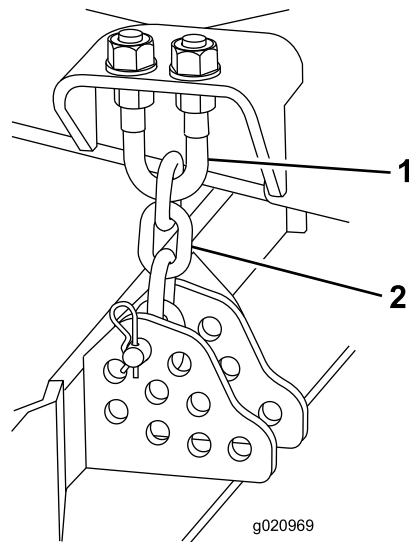

Bild 104
3. Entfernen Sie den Splint und den Lastösenbolzen, mit denen die Schnitthöhenkette an der Rückseite des Mähwerks befestigt ist (**Bild 104**).